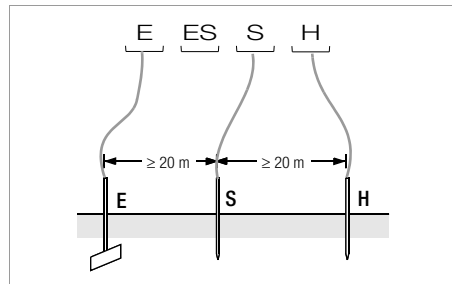

Figura 2 Misura della resistenza di terra col metodo a tre conduttori
- ❖ Piantare i picchetti della sonda e del dispersore ausiliario, osservando dal dispersore in prova una distanza minima di rispettivamente 20 m e 40 m (v. figura 2 pag. 18).